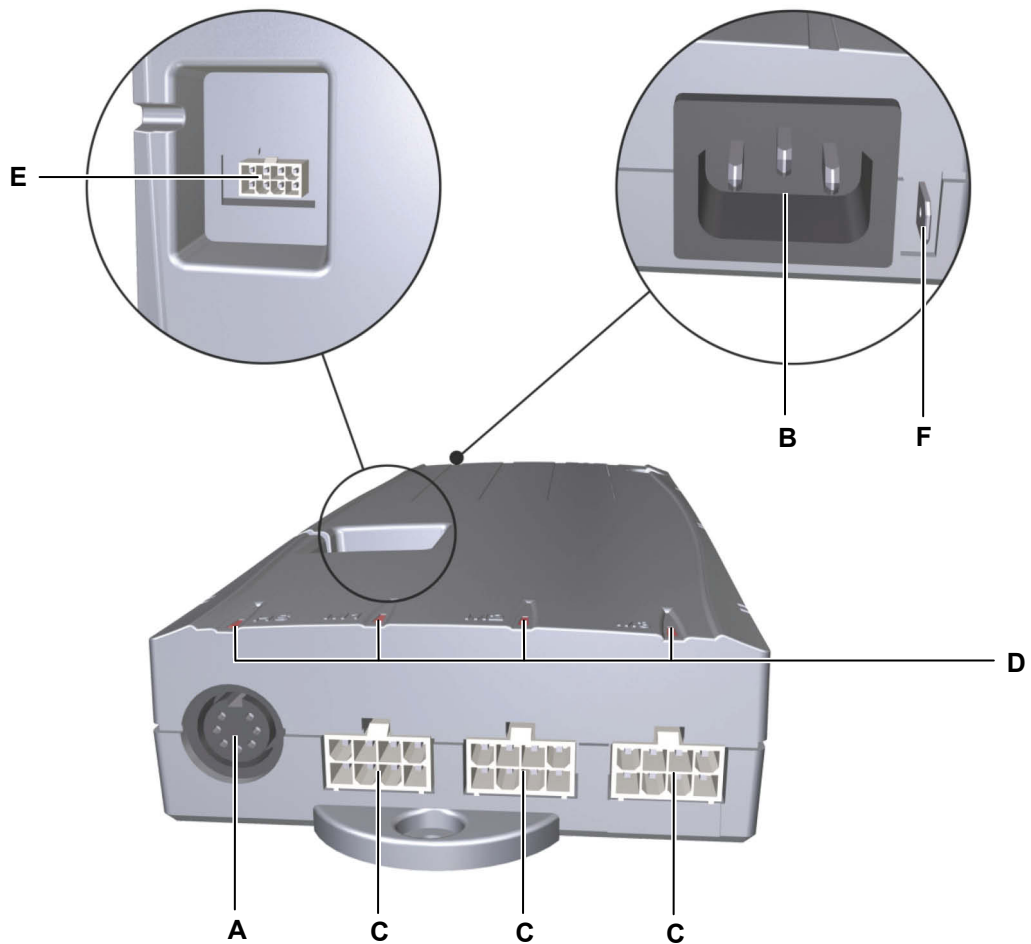

Abbildung 39 Anschlüsse an der Steuerung COMPACT
- 7 Verbinden Sie die Verbindungsleitung des Prozessors mit der Steuerung COMPACT (siehe Abbildung 39).